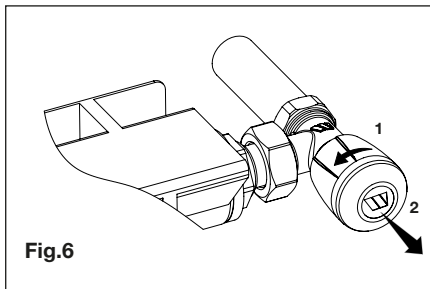

Fig.6
- Desenrosque y extraiga la rueda de ajuste (Fig. 6);